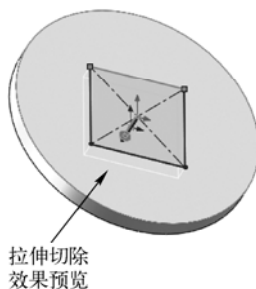

图 5-79 “拉伸”属性管理器
(2) 此时弹出“切除-拉伸”属性管理器，如图 5-79 所示。